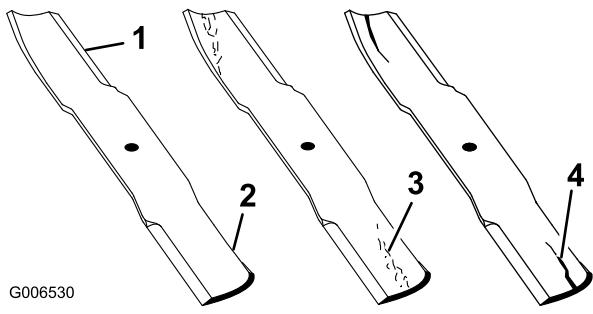

Bild 40
1. Untersuchen Sie die Schnittkanten (Bild 40). Bauen Sie, wenn die Kanten nicht scharf sind oder Kerben aufweisen, die Schnittmesser aus und schärfen Sie; siehe Schärfen der Messer.
2. Prüfen Sie die Schnittmesser, insbesondere den gebogenen Bereich (Bild 40). Montieren Sie, wenn Sie Schäden, Verschleiß oder Rillenbildung in diesem Bereich feststellen (Bild 40), sofort ein neues Schnittmesser.